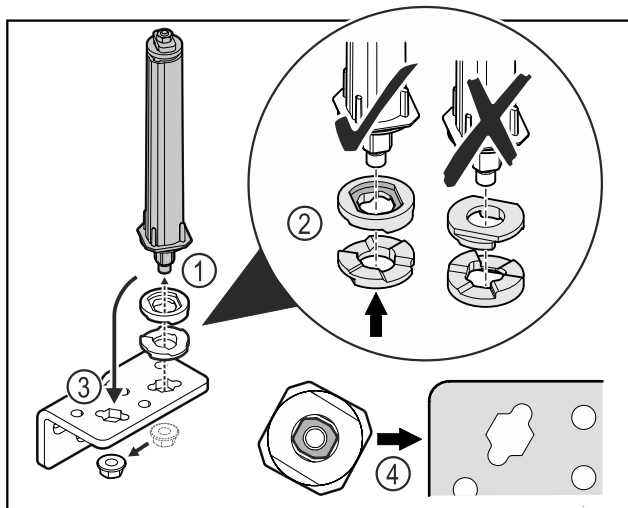

Fig. 52
- ▶ Развийте гайката и свалете затварящата система на вратата Fig. 52 (1).
- ▶ Обърнете внимание на правилното подравняване на шайбите за регулиране на височината Fig. 52 (2).
- ▶ Преместете затварящата система на вратата в ъгъла на пантата и я фиксирайте с гайката Fig. 52 (3).
- ▶ При поставяне се уверете, че затварящата система на вратата е правилно подравнена Fig. 52 (4).